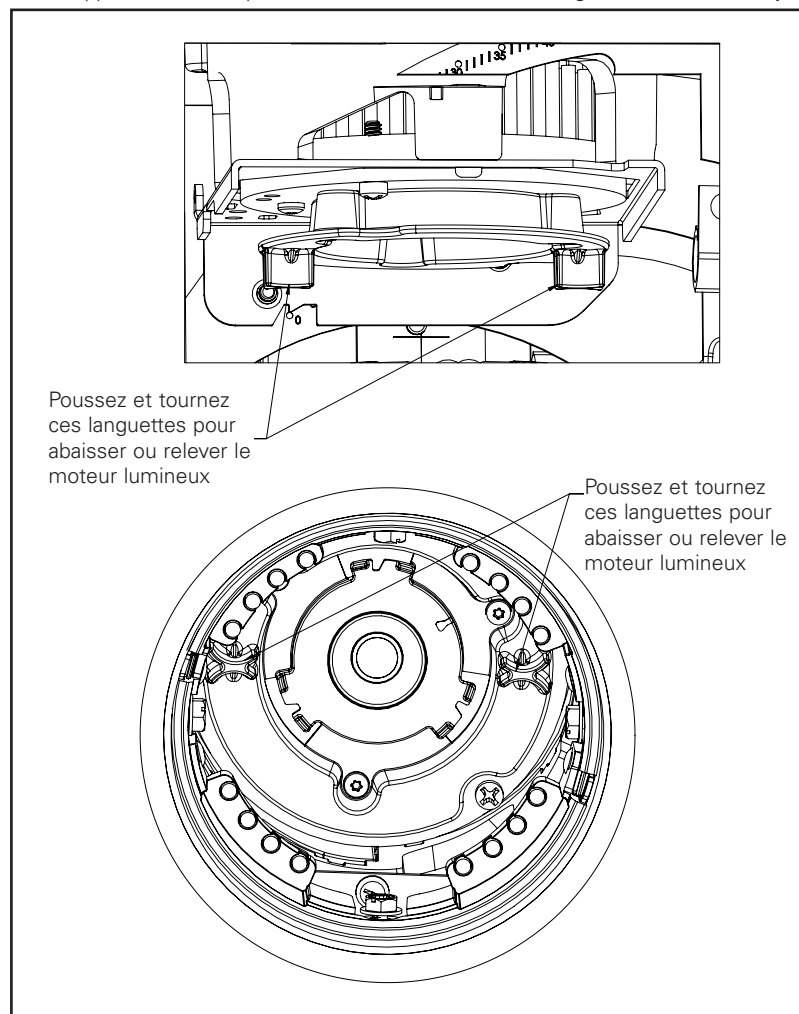

Figure 15.
3. Pour abaisser la position, poussez doucement le moteur lumineux vers le haut à l'aide des languettes de support de la DEL, puis tournez-le dans le sens contraire des aiguilles d'une montre jusqu'à ce que vous sentiez qu'il est verrouillé en position (Figure 15).